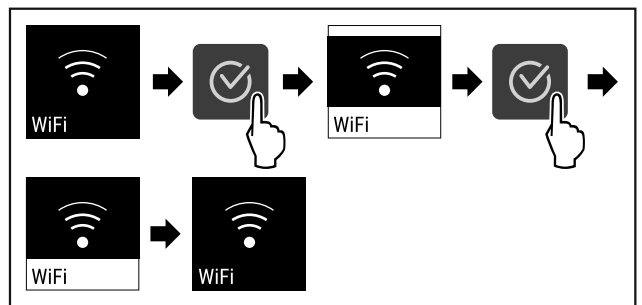

Fig. 87
- ▶ Vykonajte kroky akcie (pozri Fig. 87).